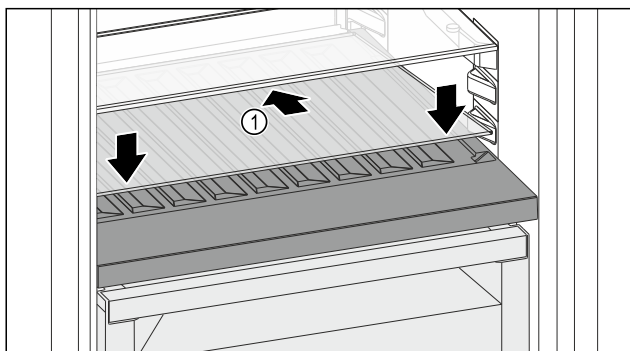

Fig. 176
- ▶ Вставьте стеклянную пластину Fig. 176 (1) наискосок и с уклоном назад вниз.
- ▶ Опустите стеклянную пластину Fig. 176 (1) спереди.